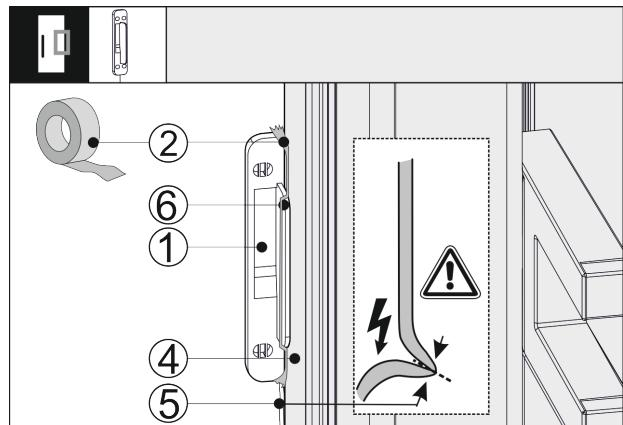

Fig. 42
- Vendosni sensorin e trokitjes Fig. 42 (1) anash në derën e pajisjes Fig. 42 (4), në mënyrë të tillë që ndaluesi Fig. 42 (6) të mbështetet në derën e pajisjes Fig. 42 (4). Kablloja e sensorit Fig. 42 (5) është paksa e tendosur dhe mbështetet gjithashtu në derën e pajisjes Fig. 42 (4).
► Fiksoni sensorin e trokitjes Fig. 42 (1) me shiritin ngjites Fig. 42 (2). Sensori i trokitjes mbërthehet më pas me vida me kanatin e mobilies.